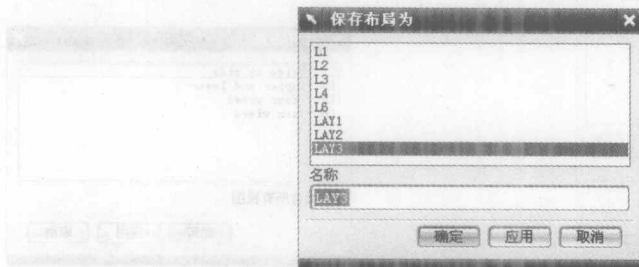

图 1-6 “保存布局为”对话框
- 选择【视图】→【布局】→【另存为】下拉菜单，弹出如图 1-6 所示的“保存布局为”